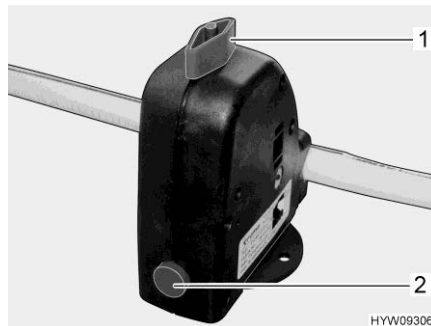

Fig. 211 Valvola di sicurezza/di scarico (boiler)
Il boiler è dotato di una valvola di sicurezza/di scarico (Fig. 211). La valvola di sicurezza/di scarico impedisce che l'acqua congeli nel boiler in presenza di basse temperature esterne, quando il riscaldamento dell'autocaravan non è acceso.
- Chiudere la valvola di sicurezza/di scarico. A tal fine ruotare la manopola (Fig. 211,1) verticalmente rispetto alla valvola di sicurezza/di scarico e premere verso l'interno il bottone automatico (Fig. 211,2).
- Aprire la valvola di sicurezza/di scarico. A tal fine ruotare la manopola (Fig. 211,1) nel senso della lunghezza della valvola di sicurezza/di scarico. Il bottone automatico (Fig. 211,2) scatta all'infuori. Il boiler viene svuotato verso l'esterno tramite la valvola di sicurezza/di scarico.